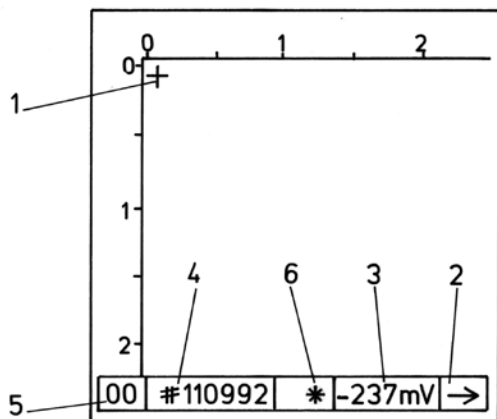

Fig. 4.1 Page avec la grille de 150/150 mm.
Le curseur commence dans le coin supérieur gauche de la grille XY (fig. 4.1). Il vous indique l'endroit où sera enregistrée la première mesure. Il est donc important de relever la première mesure sur le
- Lorsque vous arrivez à la fin d'une ligne, vous devez appuyer sur le bouton pour l'indiquer et faire passer le curseur à la ligne suivante. La flèche de direction (champ 2 sur la fig. 4.1) change automatiquement de sens .
- Déplacez maintenant l'électrode à roue dans la direction Y (vers le bas), comme indiqué par la flèche de direction (champ 2 sur la fig. 4.1). Les mesures sont relevées automatiquement sur la case de la ligne présélectionnée.
- Pendant ces pauses, la valeur mesurée s'affiche dans la barre d'état. (champ 3 sur la fig. 4.1).